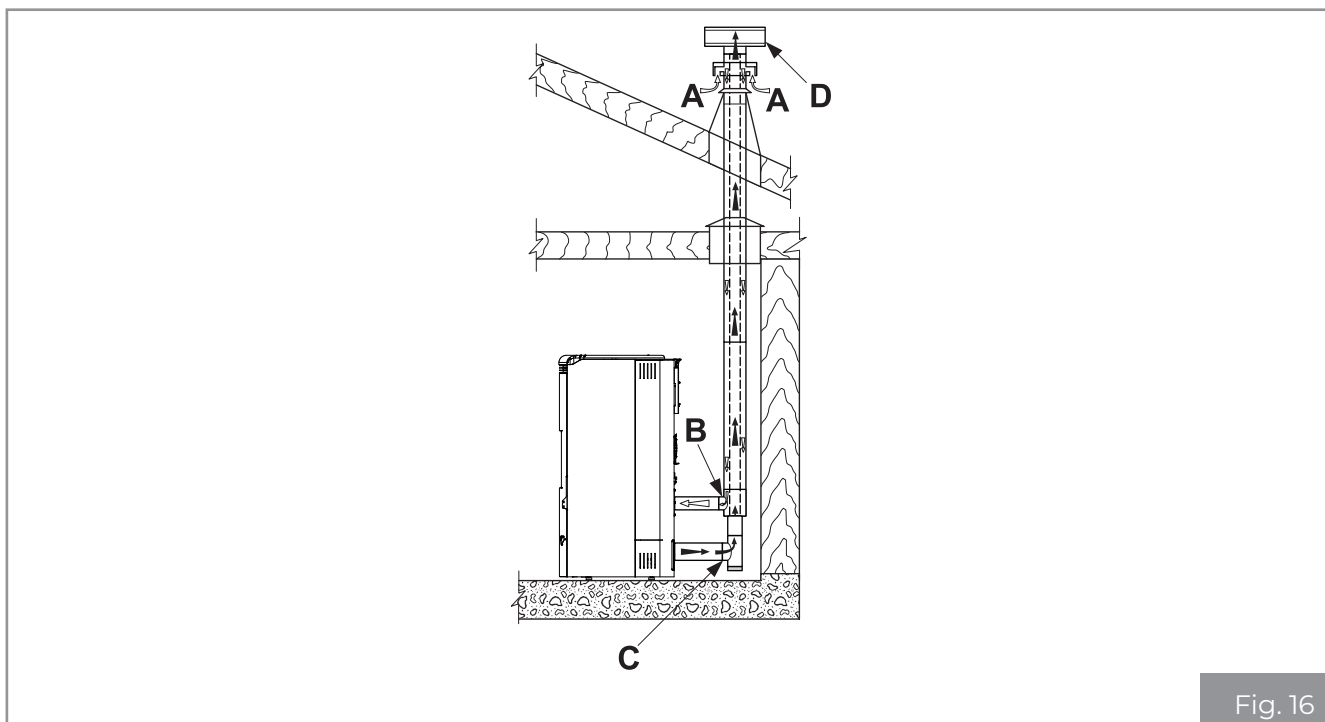
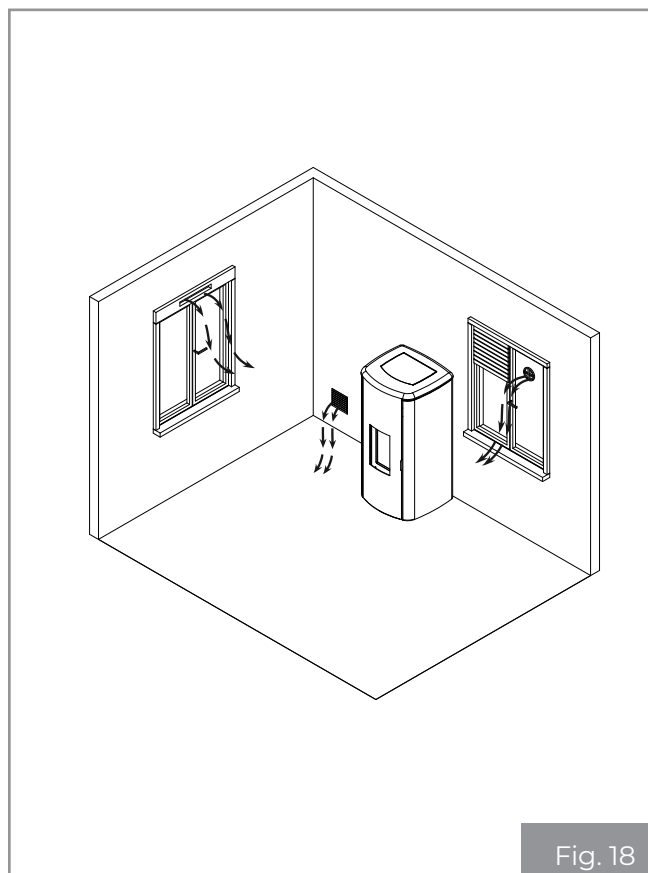

Fig. 16
Fig. 18
- il peut provenir directement de l'extérieur à travers un raccordement direct à la chambre de combustion (**Fig. 16**) ;
- canaliser l'air de combustion en utilisant un tuyau d'échappement coaxial pour l'expulsion des fumées et le prélèvement de l'air (**Fig. 16 - A, B = Arrivée d'air, C, D = Évacuation des fumées**) ; il n'est donc pas nécessaire de faire une prise d'arrivée d'air classique dans la pièce.
- relier l'entrée d'air de combustion de l'appareil à la prise d'air avec un conduit approprié (**Fig. 16**).
Réaliser la prise d'air sur la paroi (**Fig. 16 e Fig. 18- PA = Air Intake**), et laisser l'appareil libre d'aspirer l'air dans la pièce, en prenant soin de raccorder le tuyau ondulé sur le tuyau d'entrée d'air, s'il est fourni, en le fixant avec le collier et en le pliant légèrement vers le bas afin de prévenir d'éventuels effets de résonance.